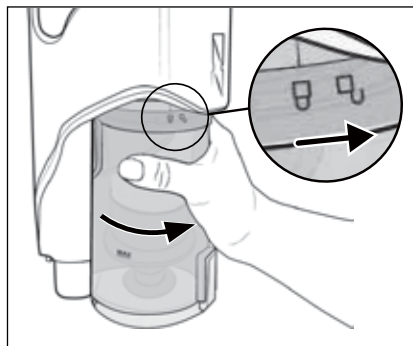

Fig. 23
- 8) Reinscrivere il contenitore di raccolta della polvere **7** nell'apparecchio e ruotarlo in direzione del simbolo  (chiudere) fino a quando non si innesta saldamente nell'apparecchio (vedere fig. 23).